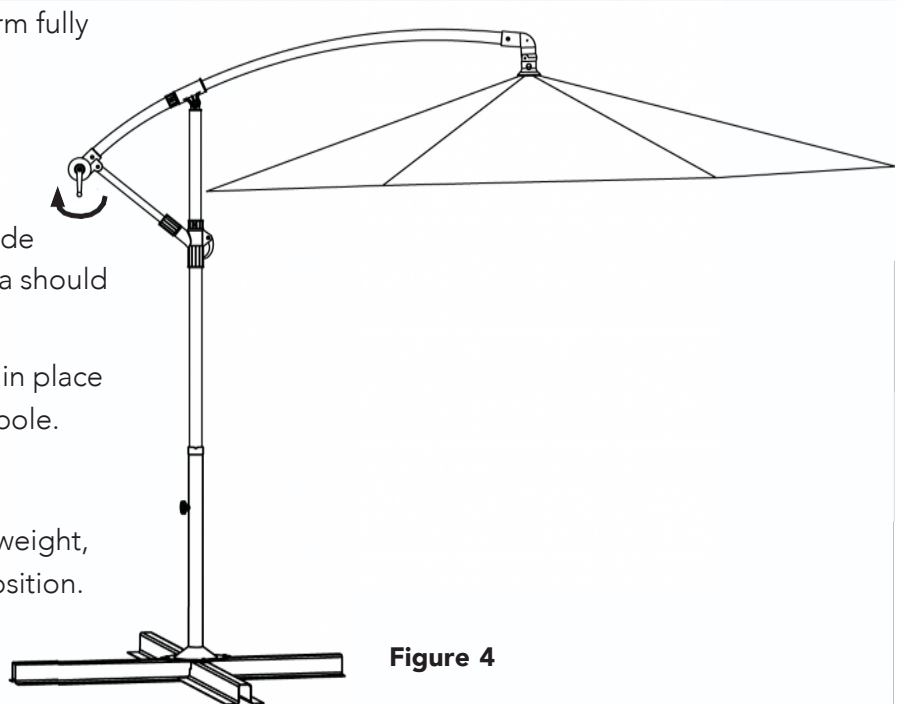

Figure 4
STEP 2: Lock in place by pushing Locking Handle in toward pole (2) and sliding Locking Sleeve down over Hinge (3). Turn umbrella Crank Handle clockwise to open umbrella to its fully open position, as shown in Figure 4.
ÉTAPE 2: Verrouillez en place en poussant la poignée de verrouillage vers le poteau (2) et en faisant glisser le manchon de verrouillage vers le bas sur la charnière (3). Tournez la manivelle du parapluie dans le sens des aiguilles d'une montre pour ouvrir le parapluie à fond, comme indiqué sur la figure 4.